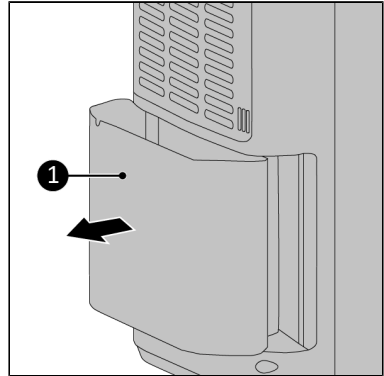

Abbildung 28.
1. Legen Sie beide Hände auf die Seiten des Wassertanks (Abbildung 28, Pos. 1).
2. Ziehen Sie den Wassertank (Abbildung 28, Pos. 1) behutsam aus dem Gerät.